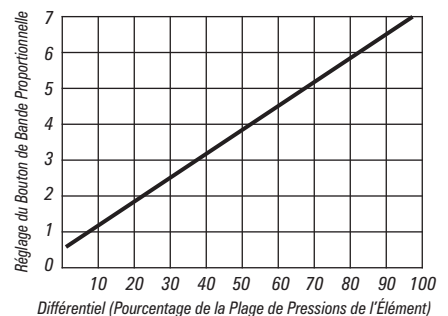

Figure 10 Réglages du Régulateur Différentiel
Le bouton de réglage de la pression règle la valeur zéro du transmetteur. Le bouton de réglage de la bande proportionnelle (Figure 10) règle l'intervalle.
2. Ajustez le RÉGLAGE DE BANDE PROPORTIONNELLE pour le différentiel approprié (cf. Figure 10).
D'après la Figure 10, le réglage de bande proportionnelle devrait être mis sur 4,5 environ.